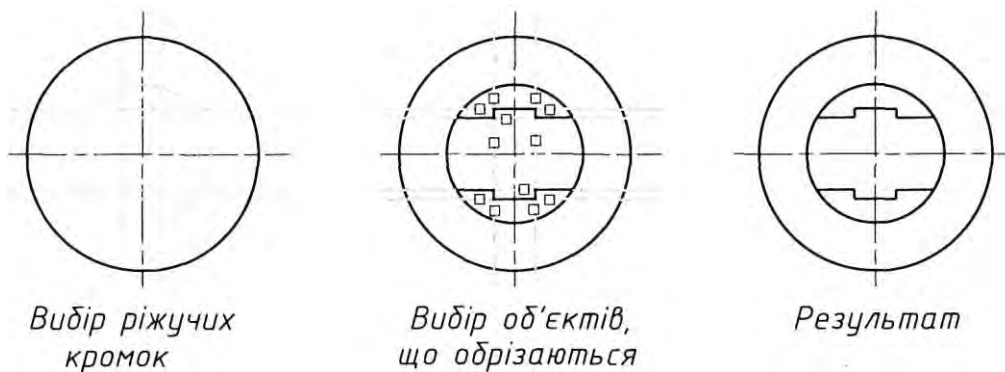

Рис. 9.3
Specify a point or [Hor/Ver/Ang/Bisect/Offset]: o Specify offset distance or [Through] <Through>: 7 Select a line object: – вертикальна лінія (4). Specify side to offset: – вказуємо курсором вліво. Select a line object: – вертикальна лінія (4). Specify side to offset: – вказуємо курсором вправо. Таким чином кресляться прямі 5. Командою TRIM відрізаємо зайві частини прямих (Рис. 9.3).